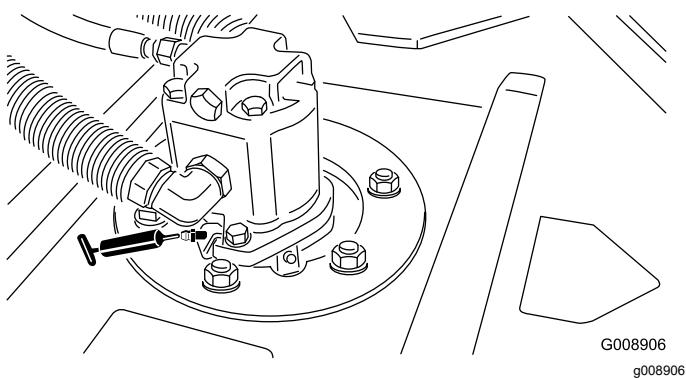

Рисунок 71
- Подшипники шпинделя режущего блока (по 2 шт. на режущий блок) —Рисунок 71